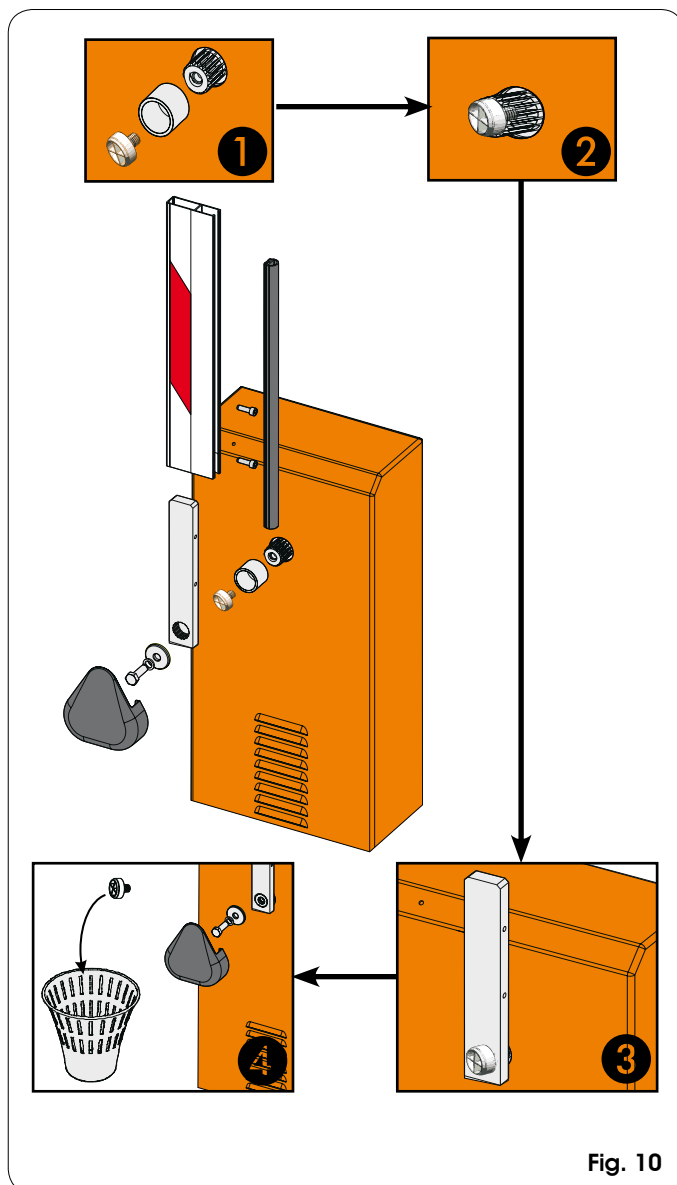
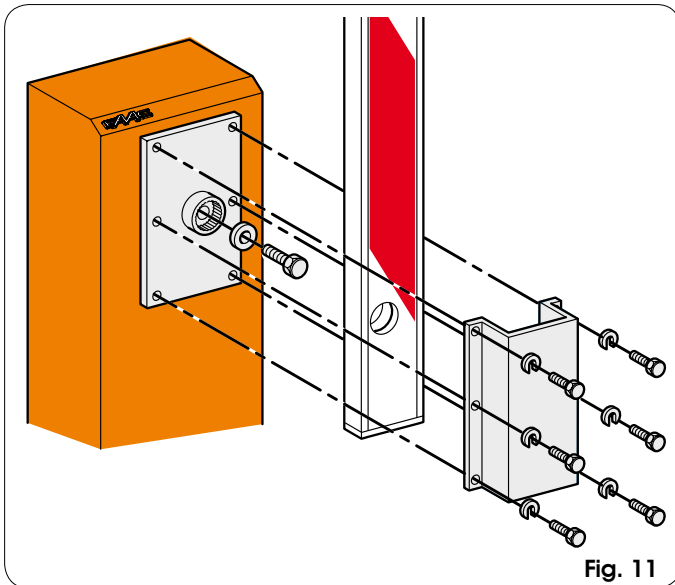

Fig. 10
Fig. 11
- 4) Assembler la lisse avec les vis fournies d'après les fig. 10 ou 11 (le profil en caoutchouc de la lisse doit être tourné dans le sens de fermeture).
2. Positionner la lisse en position d'ouverture et l'enlever de la flasque d'après la Fig. 10 ou la Fig. 11.